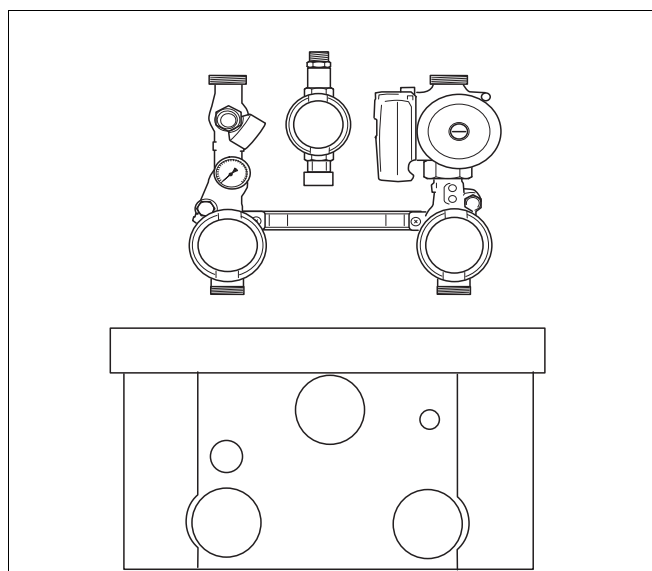

Fig. 12 Tilslutningsgruppe (tilbehør)
- ved hjælp af en tilslutningsgruppe (fig. 12) (tilbehør)